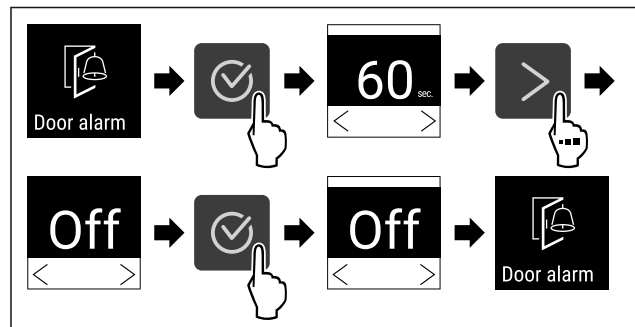

Fig. 118
- ▶ Efectuați pașii de acțiune (vezi Fig. 118).